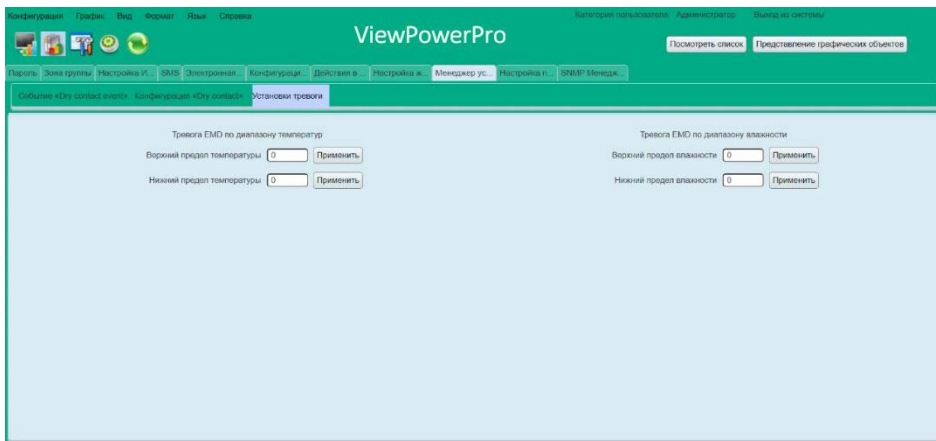

Рисунок 5-13
- Alarm Settings/Параметры аварийных сигналов: настройка предельных диапазонов температуры и влажности. Если определенные значения выходят за пределы диапазонов, высылается аварийное сообщение. См. рисунок 5-13.